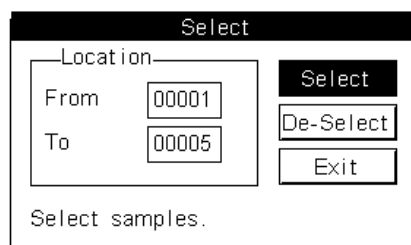

Abbildung 7-15 Auswählen von Probenergebnissen der Positionen 1-5
- 122. **KLICKEN** Sie auf “Auswählen”, und in der unteren linken Ecke des “Auswählen”-Fensters wird “Proben auswählen” angezeigt, wie in Abbildung Abbildung 7-15 dargestellt;